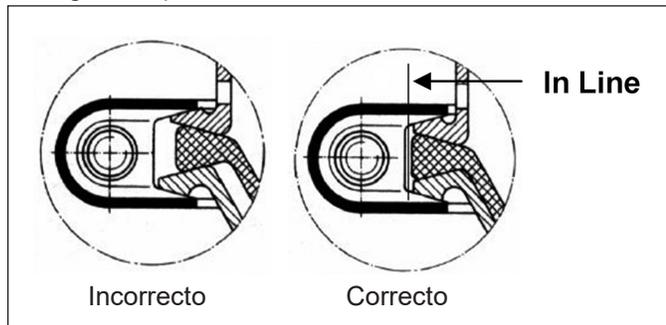

figura 5: posición correcta de la membrana
6. Alinee la banda de abrazadera a la posición correcta y con el espaciador en su lugar entre las bridas, use pinzas de soldadura para doblar la banda alrededor de la cubierta protectora. Inserte el perno y enganche la tuerca de la banda de sujeción. Antes de apretar, verifique que las dos cubiertas protectoras y la membrana estén alineadas correctamente; *consulte la figura 5*. Aplique torsión a la tuerca de la banda de sujeción a una torsión inicial de 11 ft lb. Someta la banda a una prueba de fugas con una solución de jabón mientras el accionador todavía está en el banco de trabajo. (Se permiten fugas de 100 SCCM). Ajuste y vuelva a apretar según sea necesario hasta un par de torsión final máximo de 13 ft lb